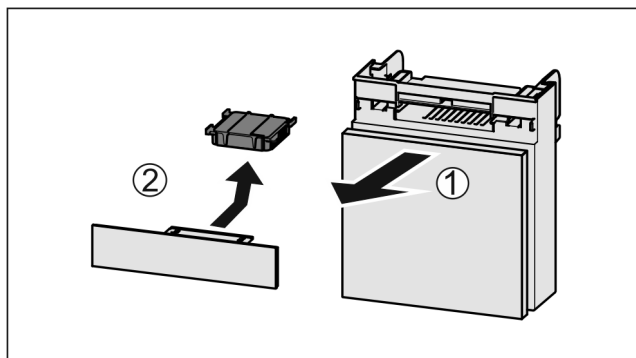

Fig. 88
- ▶ Retire el compartimiento hacia delante Fig. 88 (1).
- ▶ Retire el filtro de carbón activo Fig. 88 (2).